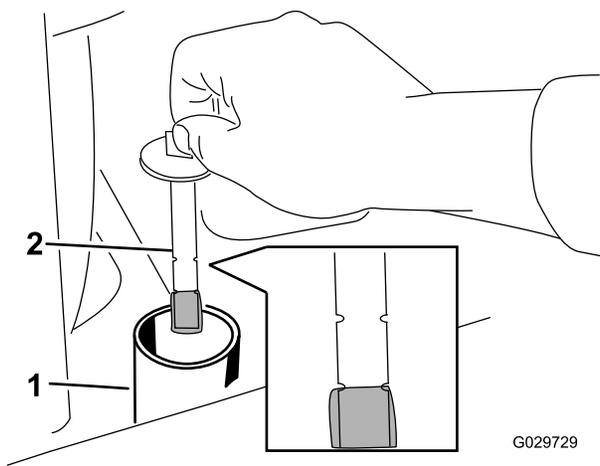

図 70
8. 油圧タンクの補給管のキャップを外し、ディップスティックで油量を点検する 図 70。